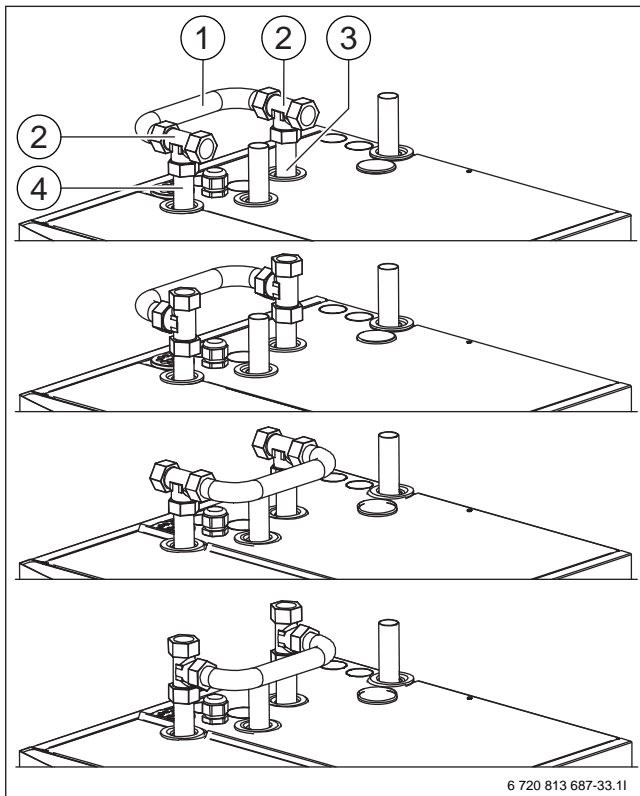

Bild 77 Bypassleitung montieren
- Die Rohrführung ist variabel (→ Bild 77).